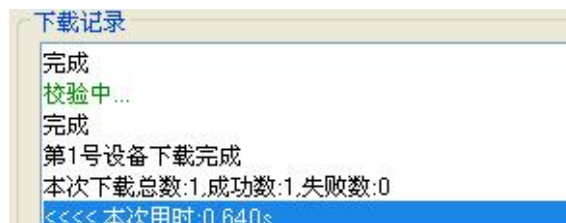

图 3.3.2
- i. 下载结束，软件会在“下载记录”栏显示当前下载状态，下载成功如图 3.3.2；